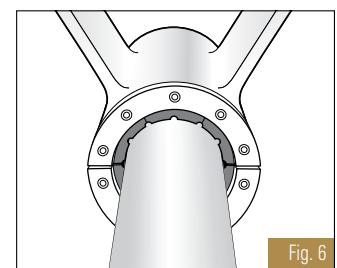

Fig. 6
7. **Instale el mecanismo de compresión en la mitad superior** y ajuste ligeramente los pernos. (Fig. 6).